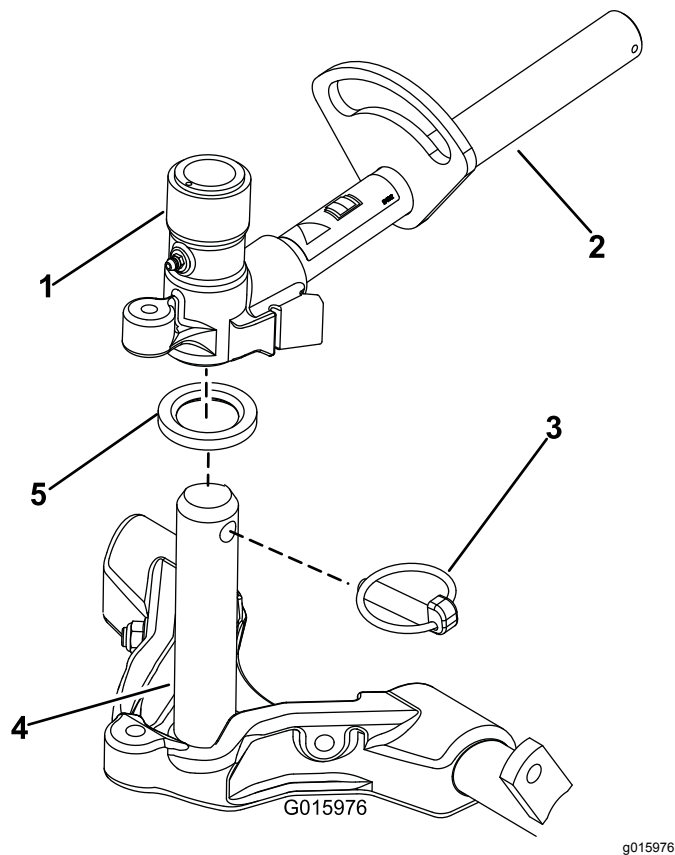

Bild 16
9. Schmieren Sie den Trägerrahmen mit sauberem Schmiermittel ein (Bild 16).
10. Frontschneideeinheiten: Schieben Sie eine Schneideinheit unter den Hubarm und schieben Sie gleichzeitig die Trägerrahmenwelle in das Gelenkjoche des Hubarms (Bild 16). Stellen Sie sicher, dass die Druckscheibe auf der Trägerrahmenwelle positioniert ist.
11. Befestigen Sie die Trägerrahmenwelle mit dem Einraststift am Hubarmjoch (Bild 16).
- B. Setzen Sie das Hubarmjoch in die Trägerschienen ein (Bild 16).